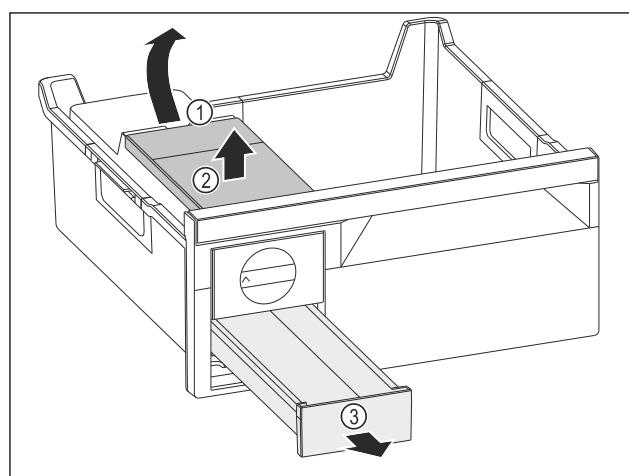

Fig. 116
- Vađenje spremnika za vodu: Podignite spremnik za vodu na otvoru Fig. 116 (1).
- Izvadite spremnik za vodu Fig. 116 (2) prema gore.
- Izvadite ladicu Fig. 116 (3) prema naprijed.